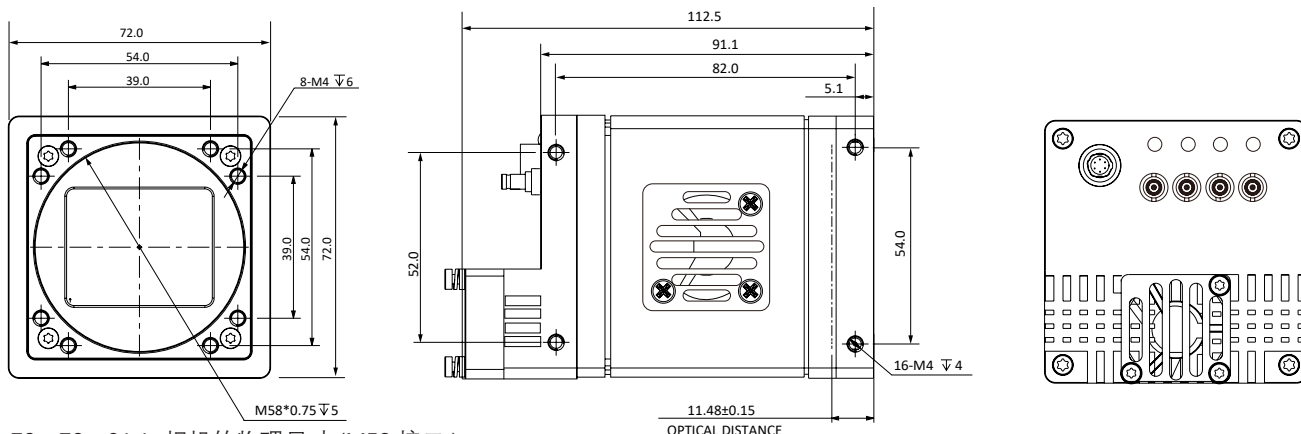

图 1-8: 72 * 72 * 91.1 相机的物理尺寸 (M58 接口)。
- $72 \times 72 \times 91.1\text{mm}$ M58 接口相机尺寸图如图 1-8 所示。